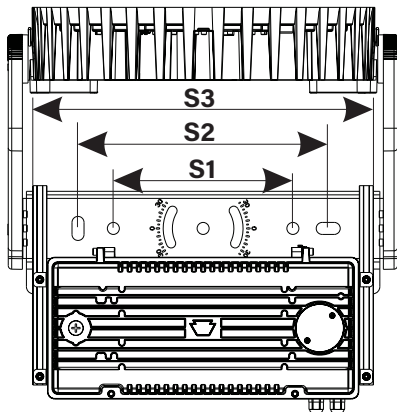

Figure 3
- Vous trouverez ci-dessous les perçages et les dimensions nécessaires pour chaque éclairage sportif. La figure 3 illustre les schémas des modèles KT-SLFLED750-M1-XX-YM-750-VDIM et KT-SLFLED750HV-M1-XX-YM-750-VDIM. La figure 4 illustre les modèles KT-SLFLED500-S1-XX-YM-750-VDIM et KT-SLFLED500HV-S1-XX-YM-750-VDIM.